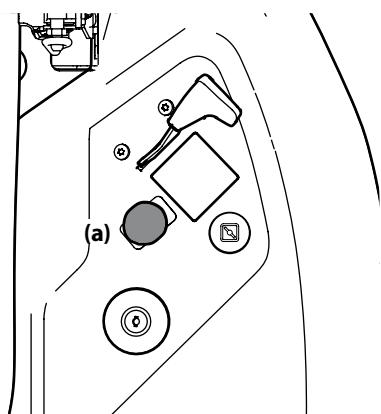

Figura 3-13
- Tire del interruptor de la PTO (a) hacia arriba/afuera a la posición de activación (ON). Consulte la Figura 3-13.